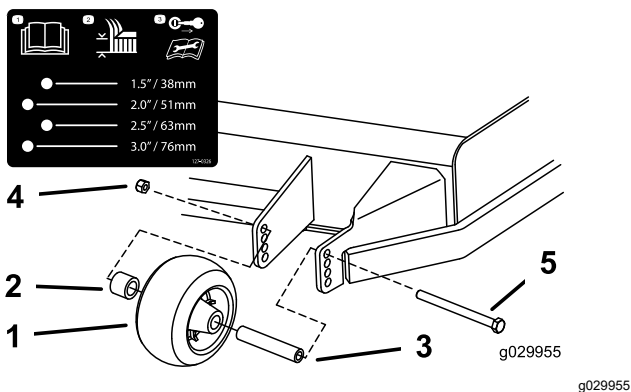

Figura 37
3. Regolate i rulli antistrappo come illustrato nella Figura 37.